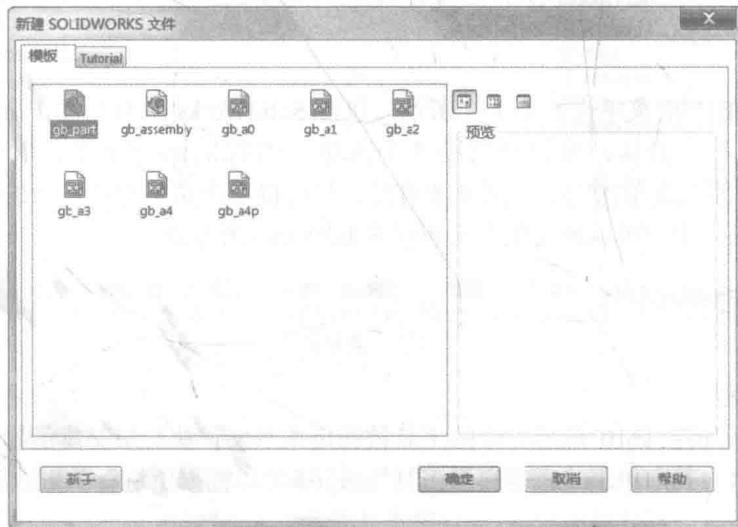

图 1-7 选择模板
② 单击对话框中的“高级”按钮，显示如图 1-7 所示的界面，在该对话框中可以进行更具体的选择，进入相应模块。